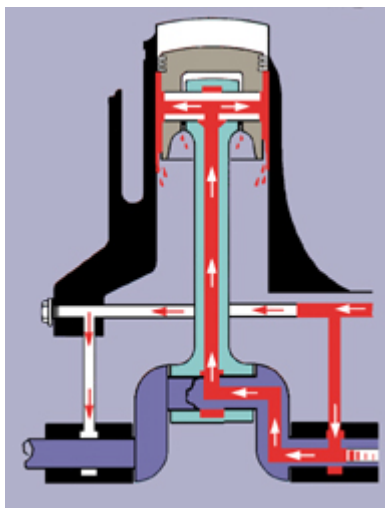

Fig. 4
- **Lubricación a presión total o integral (fig. 4)**